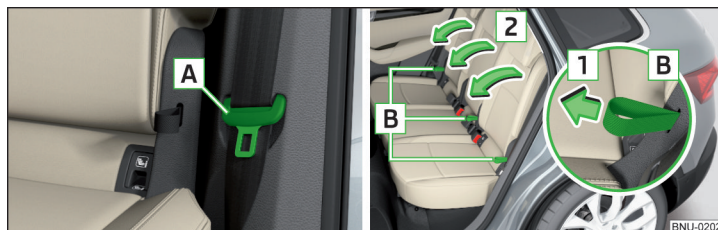

Fig. 89 Posición de seguridad del cinturón / Abatir el respaldo
- Introduzca la lengüeta de cierre **A** del cinturón de seguridad en el orificio situado en el revestimiento lateral » fig. 89.
- En la curva **B** en la dirección de la flecha **1** tirar y sostener » fig. 89.
- Tirar el lazo **B** al lado del asiento central en el sentido de la flecha **1** y abatir los respaldos en el sentido de la flecha **2** » fig. 89. El respaldo abatido puede usarse como apoyabrazos.